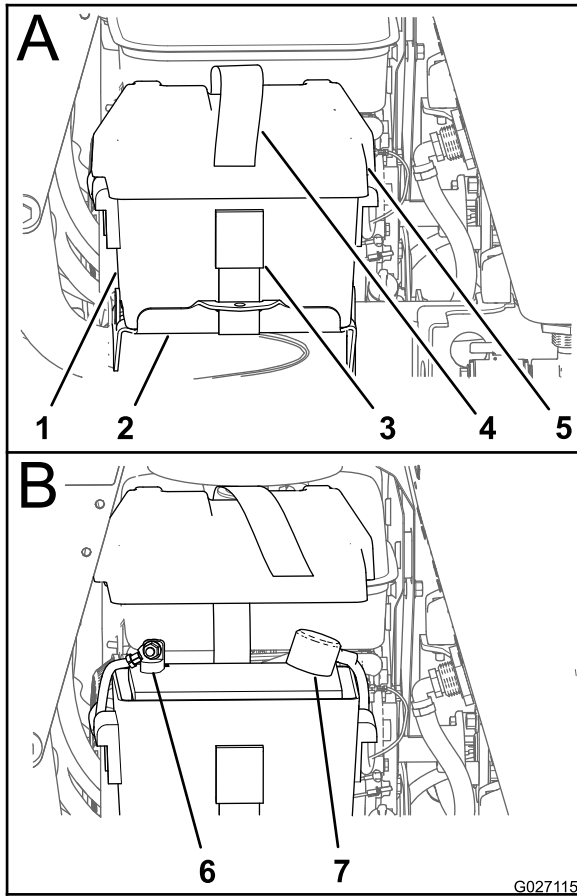

Figura 3
1. Retire la tapa de la batería de la caja de la batería (Figura 3).
2. Conecte el cable positivo al borne positivo (+) de la batería con un perno con arandela prensada y una tuerca con arandela prensada (Figura 3).
3. Conecte el cable negativo de la batería al borne negativo (-) de la batería con un perno con arandela prensada y una tuerca con arandela prensada (Figura 3).
4. Instale la tapa de la batería en la caja de la batería y sujete la tapa y la caja a la bandeja de la batería con la correa de la batería (Figura 3).